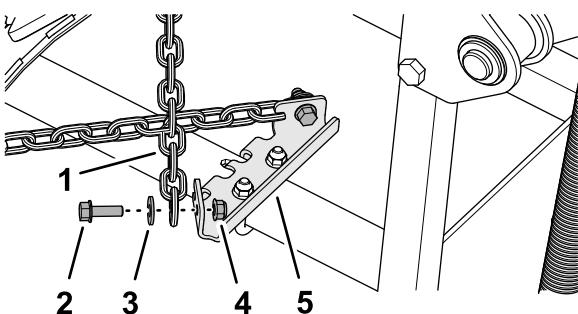

Figure 14
- Croisez les chaînes attachées au-dessus de la barre d'attelage (Figure 14).
- Fixez la chaîne sur la patte de butée à l'aide d'un boulon à embase (5/16 x 1 po), d'une rondelle ($\frac{3}{8} \times \frac{7}{8}$ po) et d'un contre-écrou à embase (5/16 po), comme montré à la Figure 14.